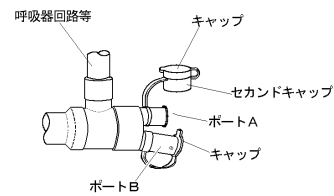

図5.
- ④気管支鏡やサクシオンチューブ等を同時に挿入する際(緊急時等)は、ポートAのセカンドキャップを外すこと。[複数の機器挿入は、気管内チューブの内腔が狭くなる](図5参照)
- ⑤呼吸管理中は、ポートAのキャップ及びセカンドキャップに緩みや外れがないことを常に確認すること。
- ⑥分離肺換気操作が終了し、ブロッカーチューブを抜去した後は、直ちに気管内チューブよりシーベルコネクタを取り外すこと。
- ⑦シーベルコネクタを取り外した後は、気管内チューブにより通常の呼吸管理を行うこと。